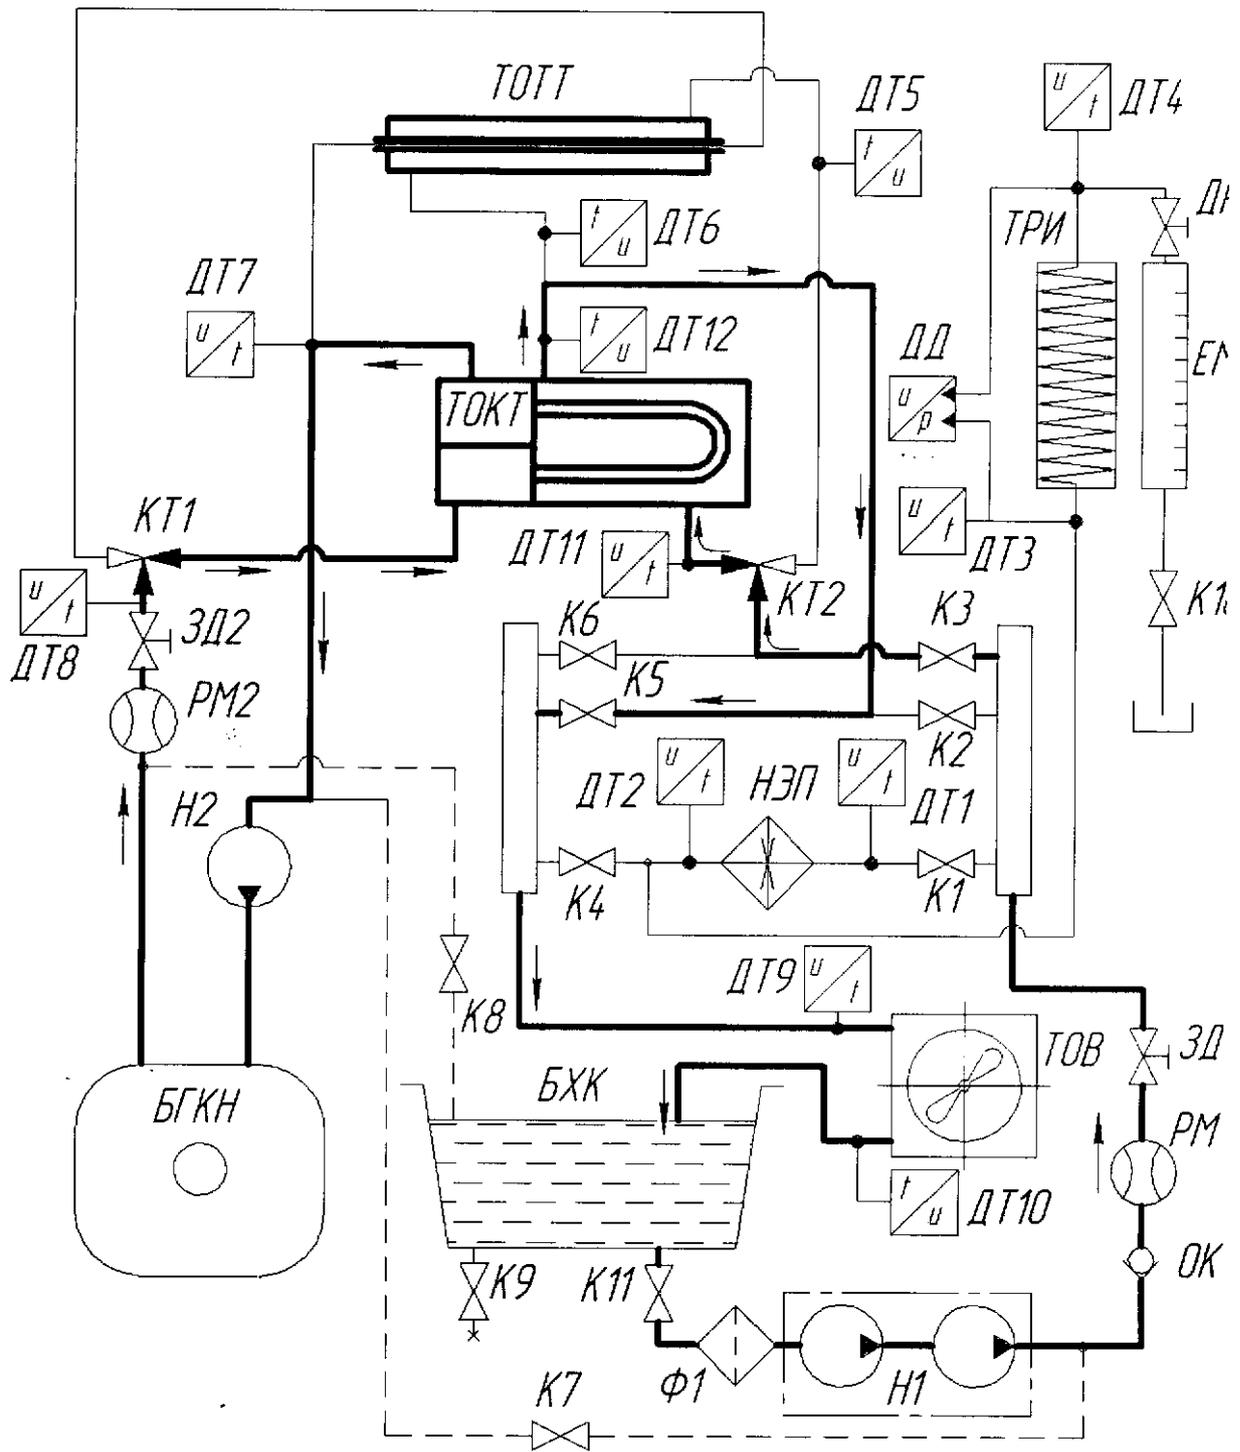

Рис.1 Схема для выполнения первой части лабораторной работы №3
2. Переключить трехходовые краны $КТ1$ и $КТ2$ стенда в положение, обеспечивающее течение в соответствии со схемой, приведенной на рис. 1.
9. Вычислить значение тепловой мощности отдаваемой горячим контуром и воспринимаемой холодным и значение коэффициента полезного действия теплообменника по формулам (1) - (3). Результаты измерений и расчетов занести в таблицу 1.